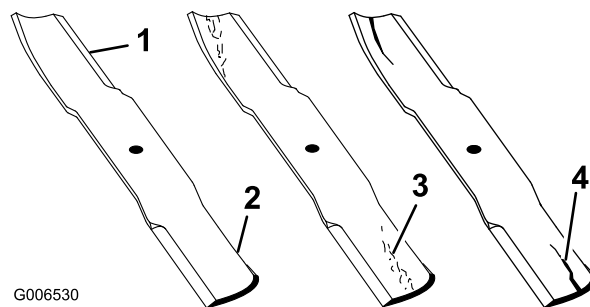

Figure 67
- Examinez le tranchant des lames (Figure 67).
- Inspectez les lames, surtout la partie incurvée (Figure 67).
Remplacez immédiatement toute lame endommagée, usée ou qui présente une entaille (Figure 67).